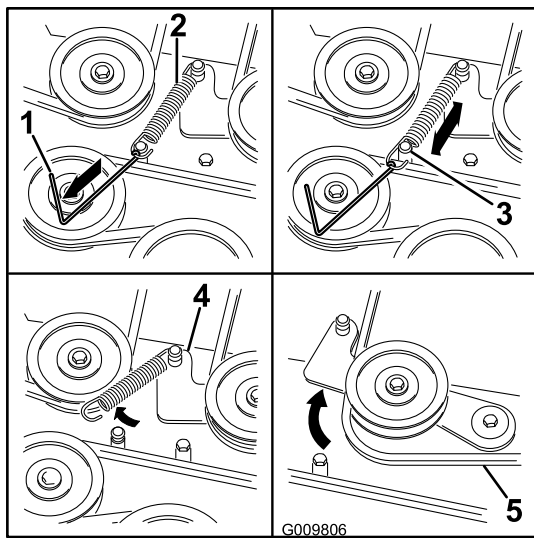

Bild 61
7. Entfernen Sie die Spannscheibenfeder mit einem Werkzeug zur Federentfernung (Toro-Bestellnummer 92-5771) von der Mähwerkstrebe, um die Spannung von der Spannscheibe zu nehmen (Bild 61).
10. Verlegen Sie den neuen Riemen um die Mähwerk- und Bremsspannscheiben unter dem Motor (Bild 61).
11. Setzen Sie die Spannscheibenfeder mit einem Werkzeug zur Federentfernung (Toro-Bestellnummer 92-5771) auf die Mähwerkstrebe, um die Spannscheibe und den Mähwerkriemen zu spannen (Bild 61).